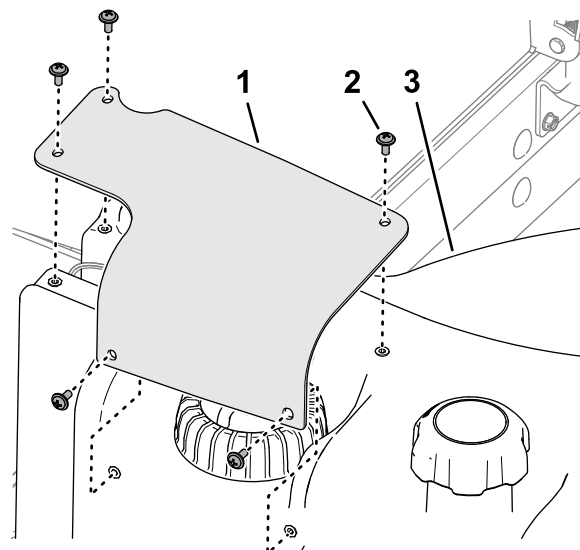

Рисунок 94
7. Совместите отверстия в кожухе датчика уровня топлива с отверстиями в топливном баке и прикрепите кожух к баку с помощью 5 винтов с крестообразным шлицем (**Рисунок 94**).